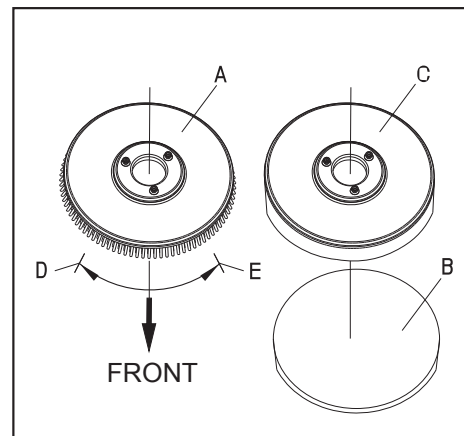

FIGURE 8
Selon le type de sol à nettoyer, la machine peut être équipée d'une brosse (Figure 8, A), ou d'un porte-disques (Figure 8, B et C).
1. Assurez-vous que l'interrupteur (41) est sur la position Arrêt (Off).
2. Appuyez sur la poignée (2) pour relever la cuve du réservoir (26).
3. Placez la brosse (A) ou le porte-disque (B – C) sous le carter.
4. A l'aide de la poignée (2), abaissez la cuve du réservoir (26) de façon à ce qu'elle vienne en contact avec la brosse ou le porte-disque.
5. Fixez manuellement la brosse ou le porte-disques en vous référant au sens de la flèche (D), (comme illustré Figure 8).
6. Pour démonter la brosse ou le porte-disque, tournez l'ensemble dans le sens opposé jusqu'à ce que vous puissiez les retirer. (Figure 8)